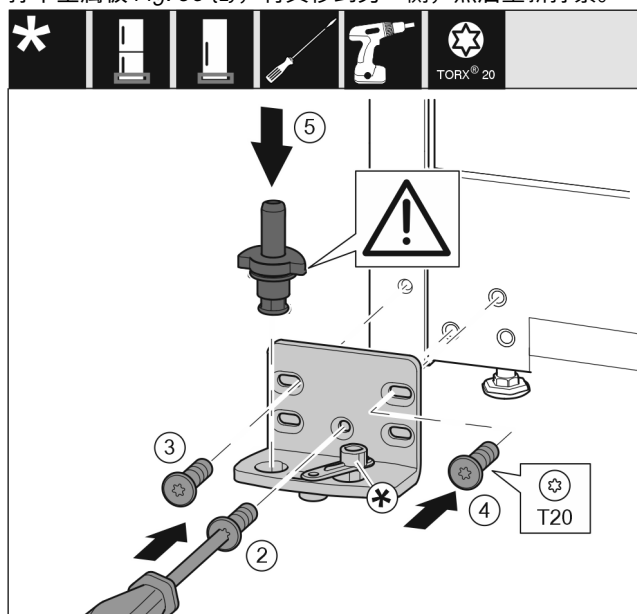

Fig. 31
- ▶ 将托架安装到另一侧，并借助螺丝刀旋紧。用螺钉 Fig. 31 (2)从底部的中心开始。
- ▶ 拧紧螺钉 Fig. 31 (3)和螺钉 Fig. 31 (4)。
- ▶ 将轴承螺栓 Fig. 31 (5)完全装入。同时注意止动凸轮需指向后方。